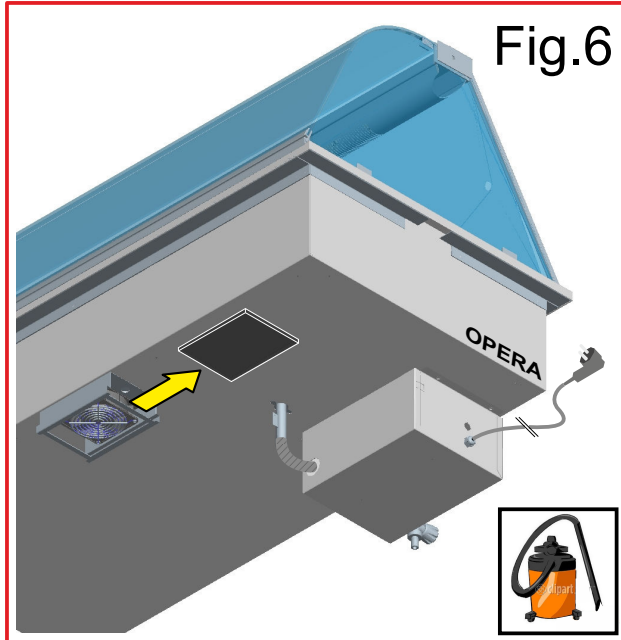

Fig.6
1. Togliere l'alimentazione elettrica, agendo sull'interruttore generale e sfilando la spina dalla presa. 2. Rimuovere il filtro estraendolo dal supporto (vedi Fig.6). 3. Con l'aspiratore eliminare lo strato di pulviscolo. 4. Rimontare il filtro e ripristinare l'alimentazione elettrica.